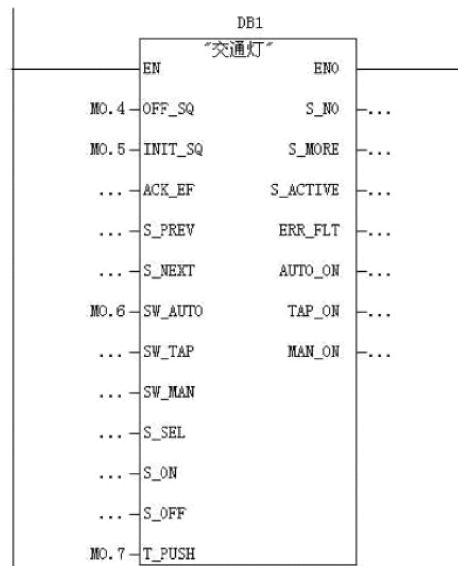

图 6-32 在 OB1 里编写的程序
8) 在 OB1 里编写调用 FB1 的程序，如图 6-32 所示。